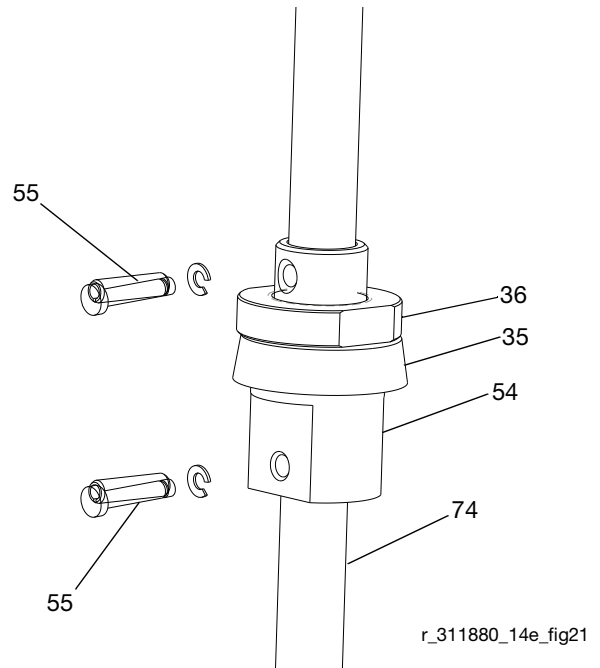

ABB. 21
10. Stifte (55) entfernen. Siehe ABB. 21.